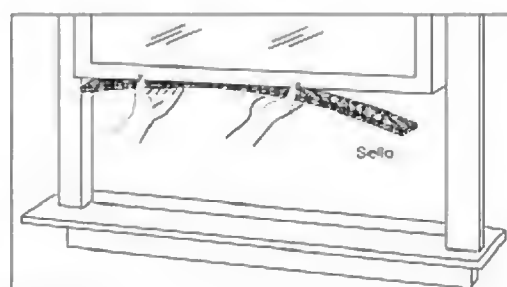

Fig. 3
3. Corte la tira de sello adhesivo del ancho de la ventana. Quite el revestimiento de la tira adhesiva y péguela en el interior de la parte inferior de la ventana (Fig. 3).